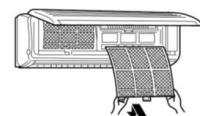

Рис.7
- Установите воздушный фильтр на место и закройте (рис.7)